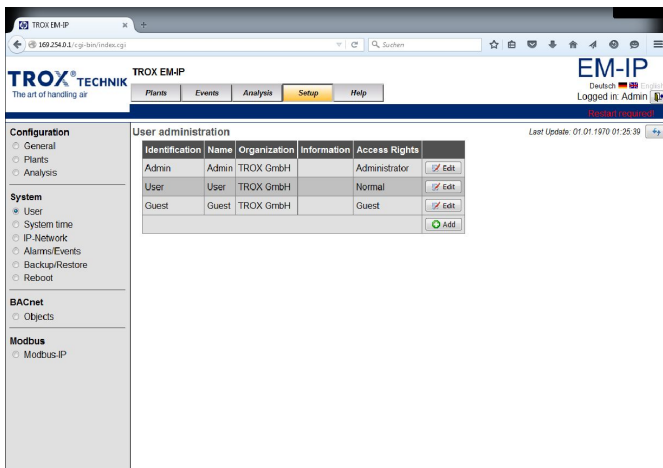

Fig. 27 : Gestion des utilisateurs
- ⇒ La page « *Gestion des utilisateurs* » (Fig. 27) s'affiche.